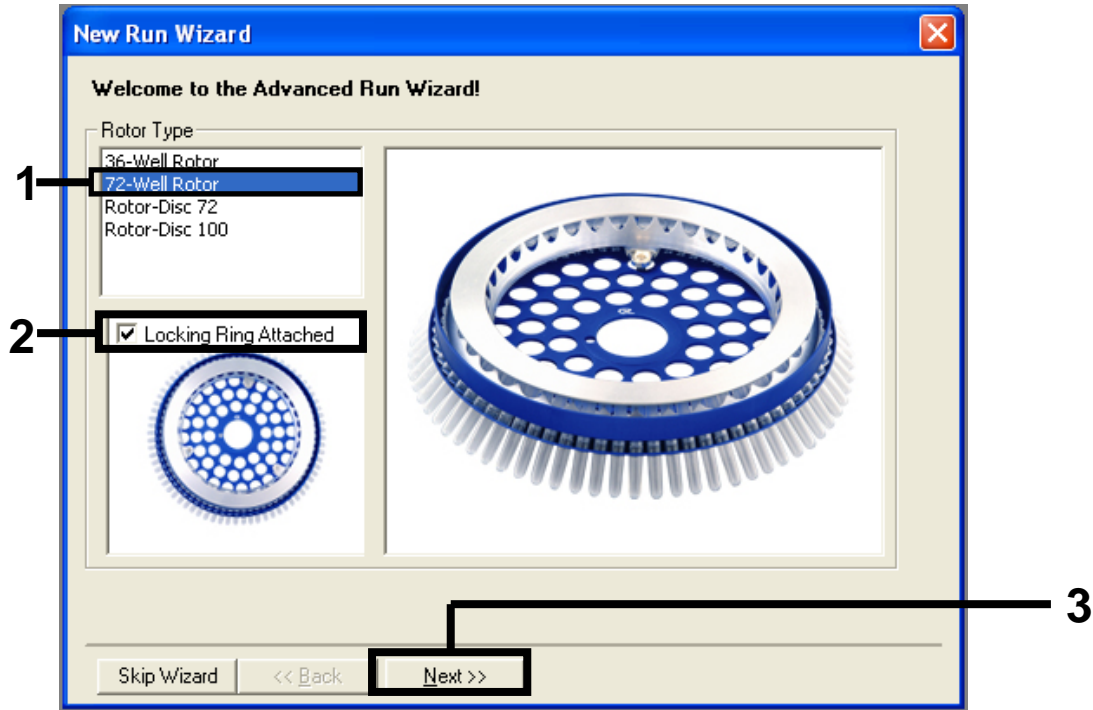

Ilustración 21. Cuadro de diálogo "New Run Wizard" (Asistente para series nuevas)
3. Seleccione "72-Well Rotor" (Rotor de 72 pocillos) como tipo de rotor. Confirme que el anillo de fijación esté sujeto y marque la casilla "Locking Ring Attached" (Anillo de fijación sujeto). Haga clic en "Next" (Siguiete) (ilustración 21).